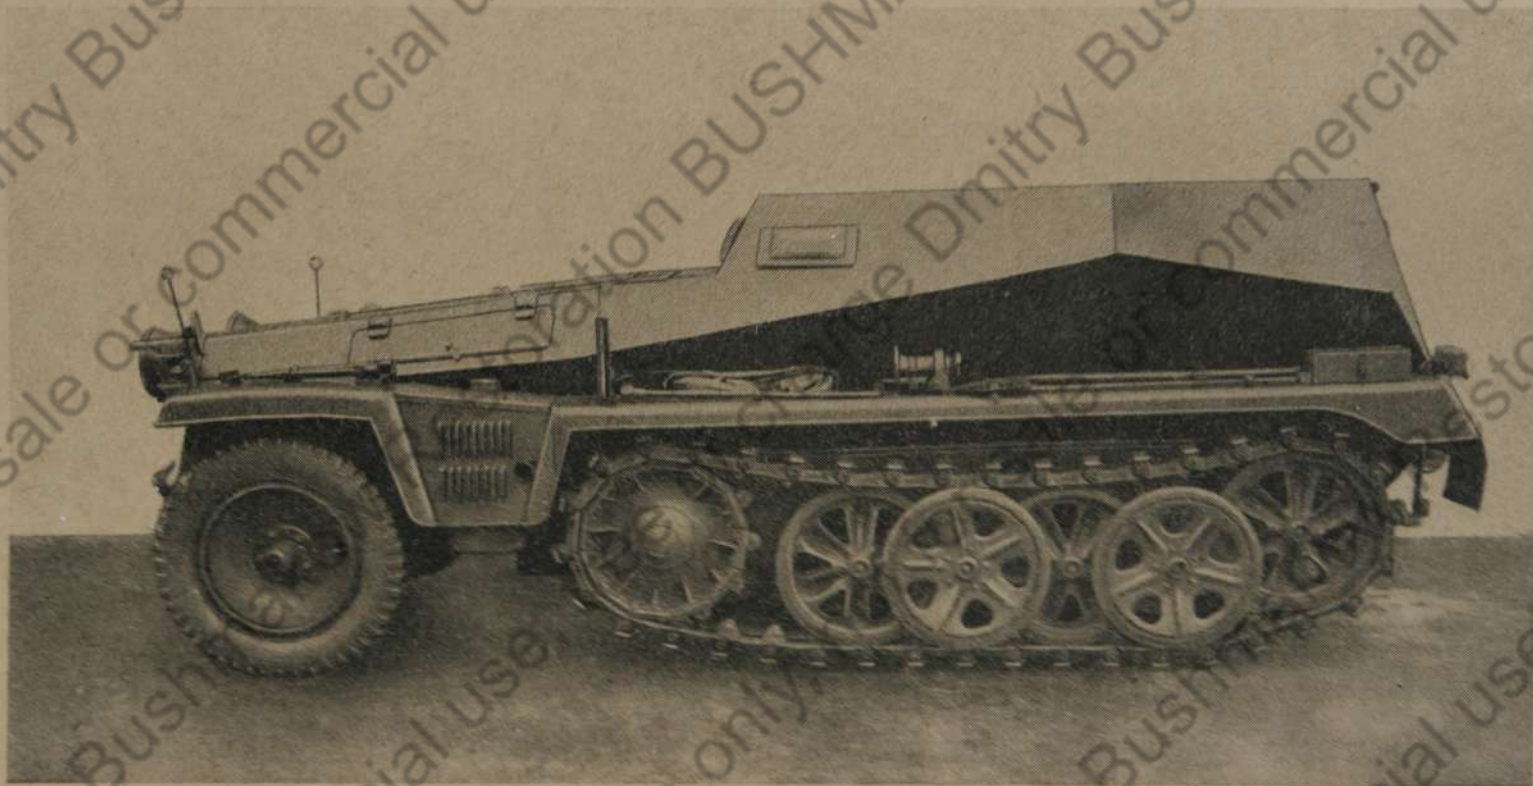

Bild 1
vor dem Fahrer und Beifahrer zwei Lufteintrittsöffnungen; gegen Sandgranateneinwurf sind sie durch Drahtgitter geschützt, Bild 1 bis 3.
- Bild 1 Linke Seitenansicht